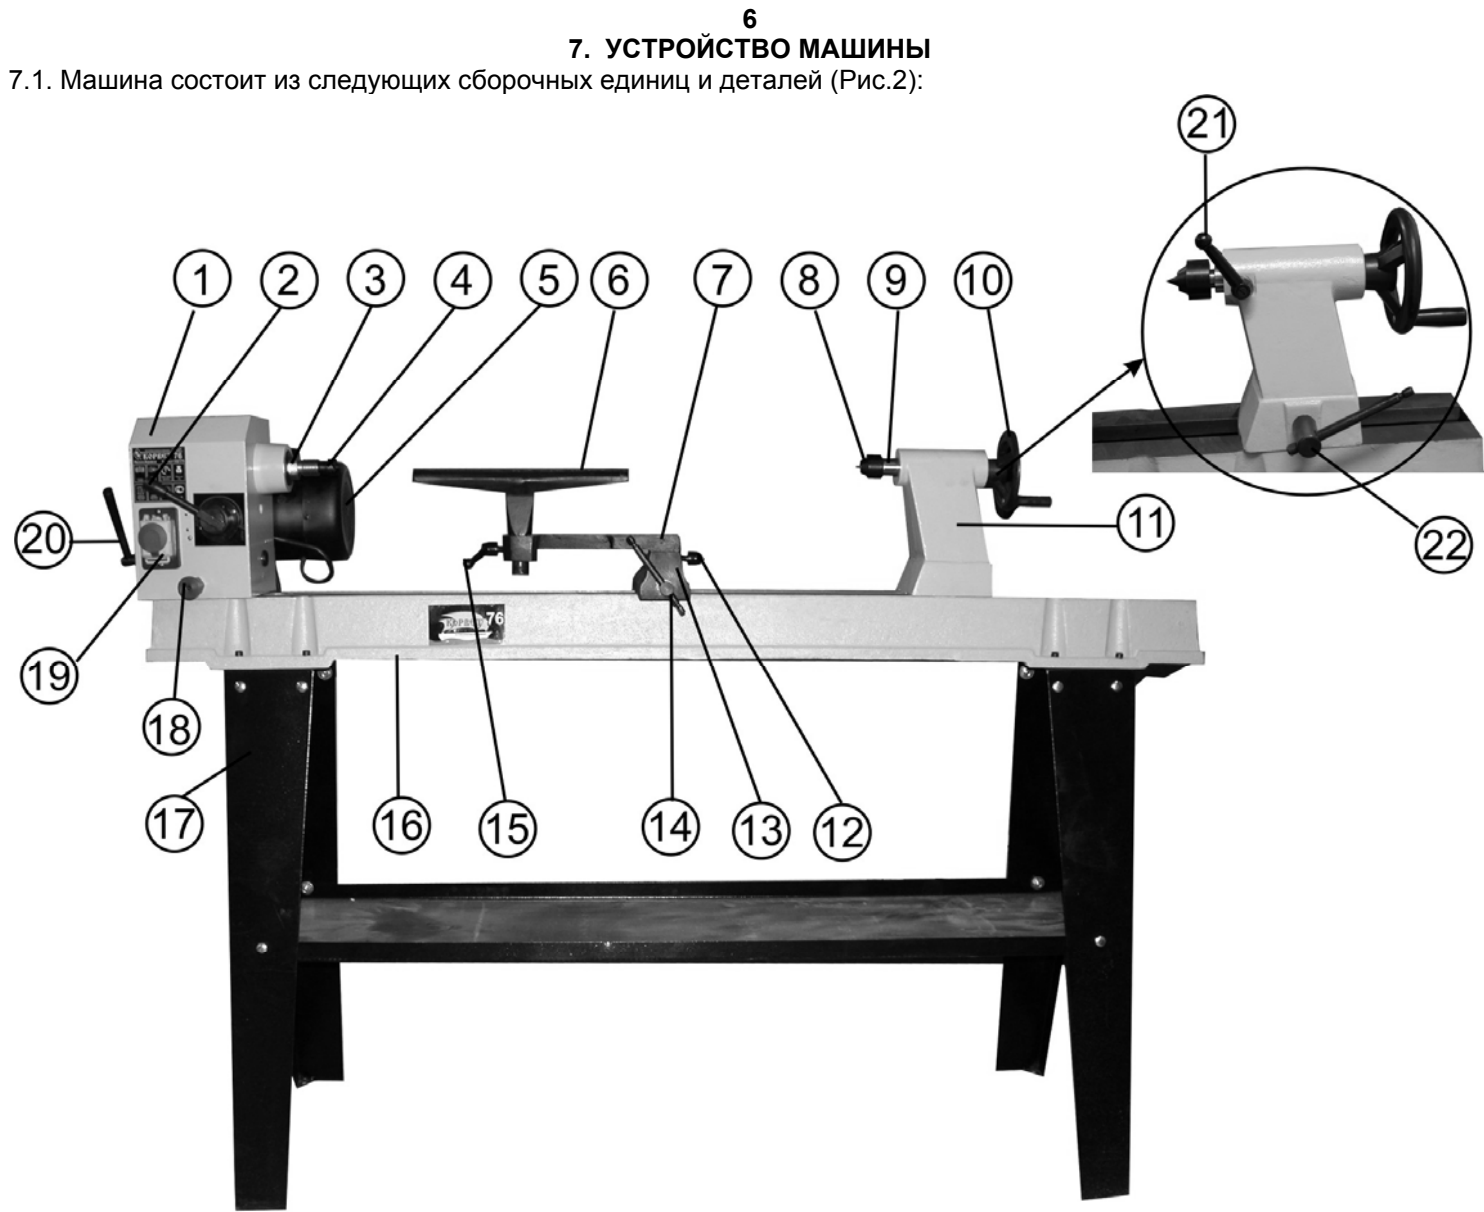

Рис.2
8.4.3. Вставьте центр задней бабки (8) в конусное отверстие пиноли (9), Рис.2.
8.4.4. Для снятия центра задней бабки (8) поверните маховик задней бабки (10) против часовой стрелки при нахождении пиноли в крайнем заднем положении, Рис. 2